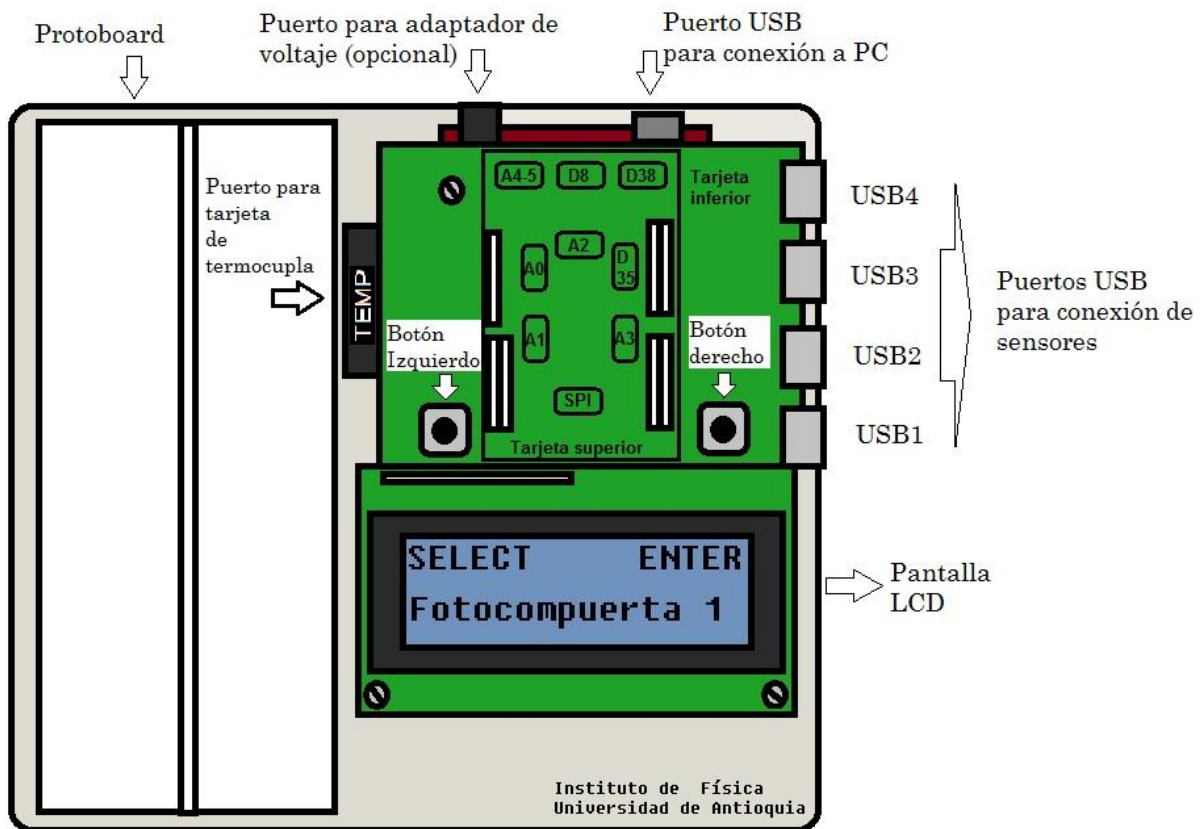

Figura 1. Sistema de adquisición de datos. Se observan los puertos accesibles al usuario de las tarjetas inferior y superior.
4. En el sistema seleccione la función deseada (ver descripción de las funciones) mediante el botón “SELECT” (botón izquierdo) y oprima “ENTER” (botón derecho). Ver figura 1.
Cuando la foto-compuerta es conectada al puerto USB1 (ver figura 1), el sistema arroja los tiempos (ms ó μ s) en que se produce una interrupción del haz. El contador se inicia en el momento que se presiona "ENTER". Esta función es útil en diversos experimentos de mecánica como el cálculo de velocidad angular en función del tiempo haciendo uso de una polea ranurada perpendicular al haz. Los tiempos son visualizados en el BlueTerm.
Cuando la fotocompuerta es conectada al puerto USB1 (ver figura 1), el sistema arroja los tiempos (ms ó μ s) en que se produce una transición de claro a oscuro u oscuro a claro en el foto-detector. El contador se inicia en el momento que se presiona "ENTER". Esta función es útil en diversos experimentos de mecánica como el cálculo de la velocidad máxima de un péndulo en función del tiempo. Los tiempos son visualizados en el BlueTerm.
Cuando la fotocompuerta es conectada al puerto USB1 (ver figura 1), el sistema arroja el tiempo (ms) que dura una interrupción del haz. Esta función es muy útil para la medida de velocidades. Los tiempos son visualizados en el BlueTerm. Esta opción permite ver el tiempo directamente en la pantalla del sistema.
Cuando las tarjetas de sensores análogos se conectan a los puertos USB3 ó USB4 (ver figura 1), el sistema arroja un número entero N entre 0 y 1023 que está relacionado con la variable física asociada al sensor correspondiente. Antes de comenzar la medida, se le pide al usuario escoger el tiempo entre datos presionando "SELECT" hasta llegar al valor deseado. Luego debe presionarse "ENTER". Los datos son visualizados en el BlueTerm. Esta opción permite ver los valores directamente en la pantalla del sistema.
Esta función es similar a la de “Sensores USB3, USB4”. La diferencia está en que en este caso las tarjetas de sensores se conectan en los puertos marcados como A0, A1, A2, A3 de la tarjeta ubicada en la parte superior (ver figura 1).
Cuando el módulo de termocupla MAX6674 ó MAX6675 se conecta al puerto TEMP (ver figura 1), el sistema arroja la temperatura en grados centígrados. Antes de comenzar la medición el sistema pide al usuario seleccionar la tarjeta que ha conectado: MAX6674 ó MAX6675. El rango de temperatura medible con la MAX6674 es (0°C, 128°C) con resolución de 0.13°C. Con la MAX6675 el rango es (0°C, 1024°C) y la resolución es 0.25 °C. La temperatura es visualizada en el BlueTerm y se actualiza cada segundo. Esta opción permite ver el valor de la temperatura directamente en la pantalla del sistema.